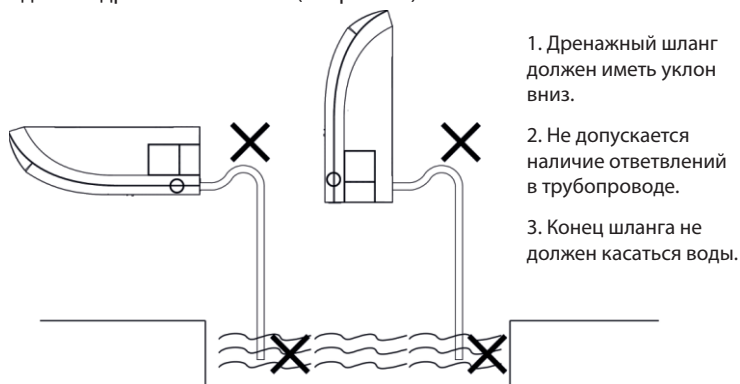

Рис. 16
4. Подсоедините дренажный шланг (см. рис. 16).